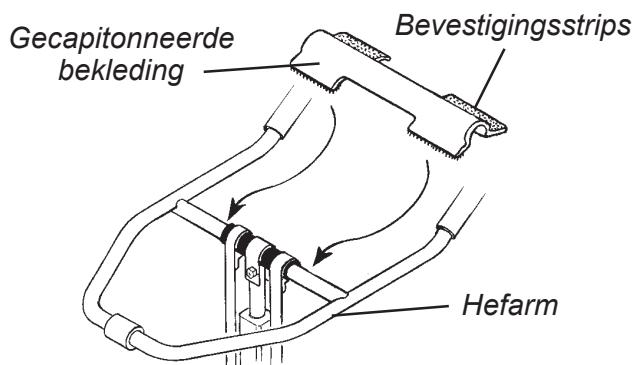

FIGUUR 4 - OPTIONELE BEENRIEMEN VERVANGEN
OPTIONELE BEENRIEMEN VERVANGEN (FIGUUR 4)
- Verwijder de BOVENSTE twee (2) schroefjes en borringen waarmee de kniesteun en de beenriemen aan de stalift vastzitten.
- Draai de ONDERSTE twee (2) schroefjes en borringen waarmee de kniesteun en de beenriemen aan de stalift vastzitten, los.
- Plaats de nieuwe beenriemen tussen de vier (4) gaten zoals staat aangegeven in FIGUUR 4.